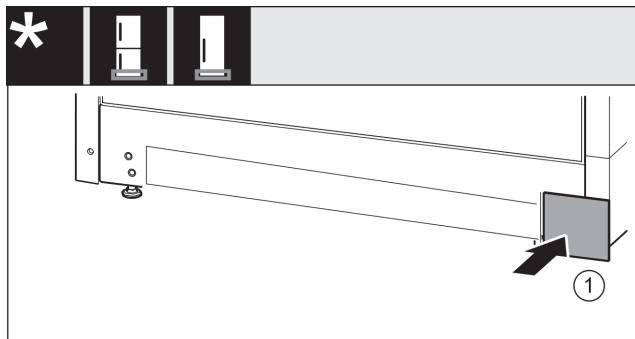

Fig. 17
- Τοποθετήστε ξανά το κάλυμμα Fig. 17 (1) στην άλλη πλευρά.